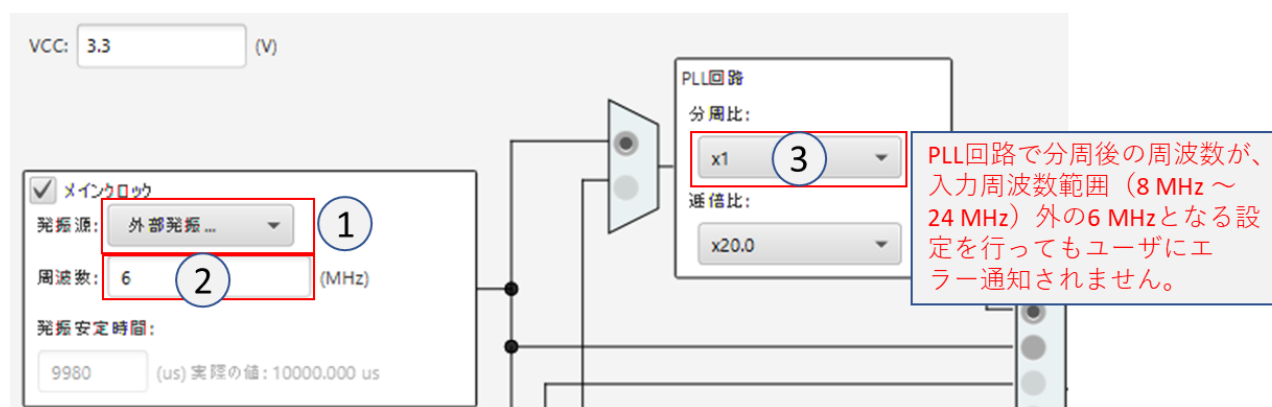

図 1.1 メインクロックの発振源に外部発振器を使用する例
- (a) メインクロックの発振源に外部発振器を使用 (図 1.1 参照)